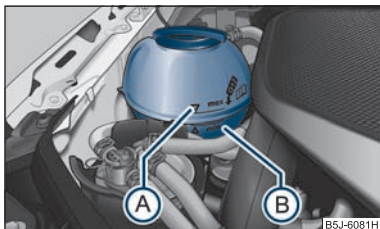

Fig. 138 Compartimentul motor: Vasul de expansiune al lichidului de răcire
- Verificați nivelul lichidului de răcire din vasul de expansiune ⇒ fig. 138. Când motorul este rece, nivelul lichidului de răcire trebuie să se afle între marcasele „MIN” (B) și „MAX” (A). Când motorul este cald, nivelul lichidului de răcire poate fi și puțin peste marcajul „MAX”.
- Puneți o lavetă pe capacul vasului de expansiune ⇒ fig. 138 și desfaceți capacul **cu grijă** spre stânga ⇒ ⚠.